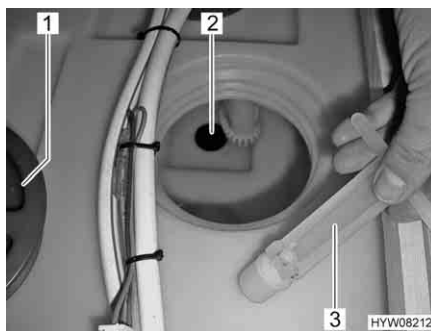

Fig. 108 Serbatoio dell'acqua (tappo di chiusura)
- Svitare il coperchio (Fig. 108,1) del serbatoio dell'acqua.
- Estrarre il tappo di chiusura (Fig. 108,3) dall'apertura di scarico (Fig. 108,2). L'acqua fuoriesce.